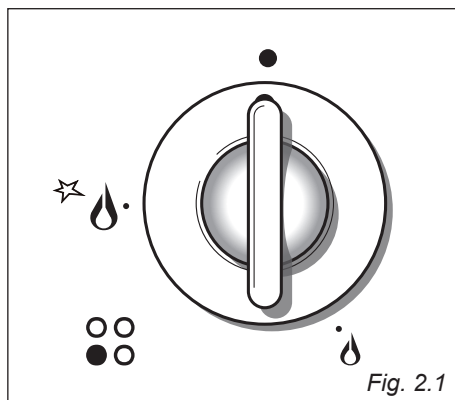
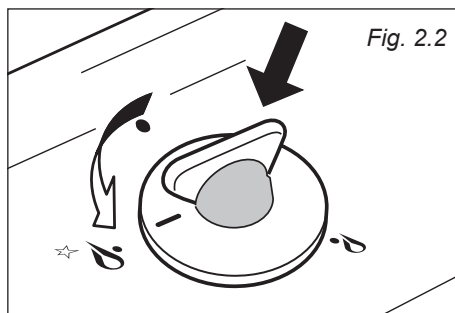

Fig. 2.1
Fig. 2.2
L'afflusso del gas ai bruciatori è regolato da un rubinetto valvolato comandato dalla manopola di fig. 2.1.
- ✓ L'accensione elettrica è incorporata nelle manopole dei bruciatori e si identifica per il simbolo ☆ vicino al simbolo 🔥 (fig. 2.1).
1. Premere e ruotare la manopola corrispondente (fig. 2.2) fino alla posizione di portata massima  (fiamma grande - fig. 2.1) e mantenere premuta la manopola fino ad accensione avvenuta.